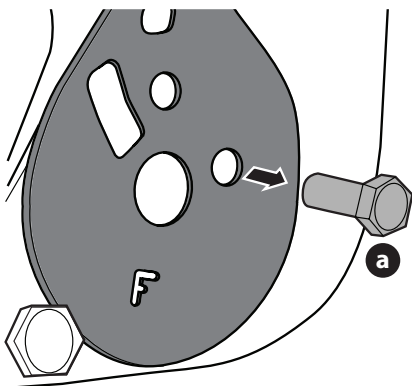

Figure 11
- Retirez la vis (a) qui fixe la plaque d'inclinaison dans la position du dossier (Figure 11).